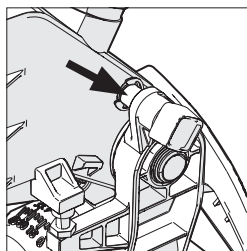

Fig. 16
- Accertarsi che la testa da taglio sia nella posizione di blocco bassa con il perno di bloccaggio completamente inserito nel proprio alloggiamento (**vedere Fig.16**).
- Accertarsi che la testa da taglio sia nella posizione di blocco bassa con il perno di bloccaggio completamente inserito nel proprio alloggiamento (**Fig. 16**).
- Estrarre il perno di bloccaggio della testa (Fig. 16) permettendole di sollevarsi nella propria posizione elevata.